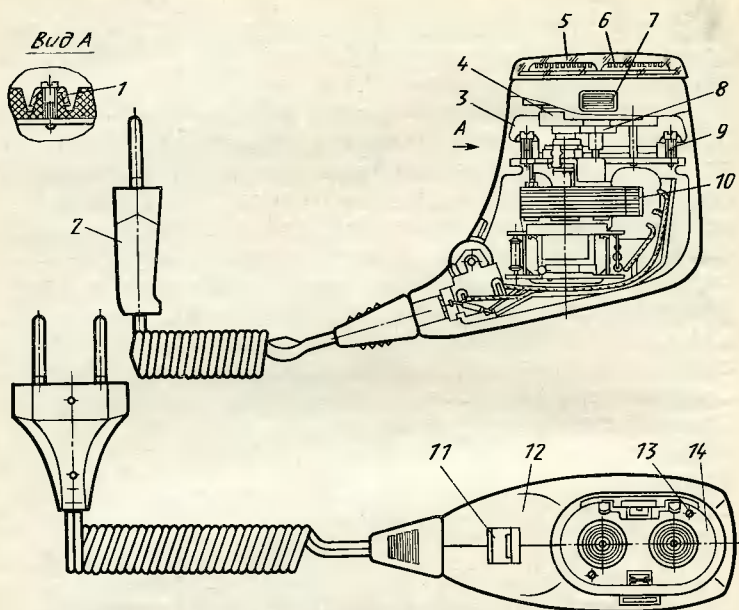

Рис. 9. Электробритва «Уфа»:
**Устройство.** Корпус бритвы состоит из двух пластмассовых половинок 3 и 12 (рис. 9). Электродвигатель 10 через центральную шестерню 8 и шестерню с поводком 4 приводит во вращение подвижные бреющие ножи, расположенные в обойме ножевого блока 6. Вращение подвижных ножей происходит в непосредственном соприкосновении с неподвижными плавающего типа, выполненными в виде сетки с прорезями, причем подвижные ножи удерживаются в ножевом блоке двумя ограничителями, шарнирно закрепленными в обойме. Внутри электробритвы смонтирован фильтр электрических помех радиоприему, состоящий из металлического экрана, трех конденсаторов и двух дросселей, установленных на электродвигателе и переключателе. Бритва имеет съемный спиральный шнур с вилкой 2.
**Разборка.** Снять с бритвы соединительный шнур. Снять защитный колпачок 5 (см. рис. 9) и ножевой блок 6, для чего нажать на рычаг 7 (ножевой блок откинется от корпуса) и, взяв блок рукой, вытянуть из фиксирующего гнезда корпуса. Вывернуть два винта 13, соединяющих крышку 14 с половинками корпуса. Вынуть крышку. Снять с осей шестерни с поводками. Вынуть два винта 9, соединяющих с помощью скоб 1 электродвигатель с корпусом. Разъединить половинки